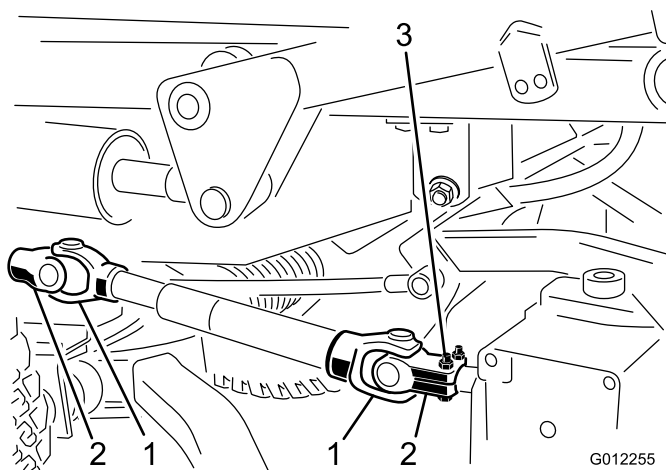

Figura 19
3. Estraete il perno a rullo che fissa la forcella dell'albero di trasmissione all'albero in entrata della scatola degli ingranaggi (Figura 19). Allentate le viti a testa cilindrica e i dadi di bloccaggio ed estraete la forcella dall'albero in entrata. Se utilizzate il trattorino senza apparato di taglio, estraete il perno a rullo dalla forcella sull'albero della PDF del trattorino e rimuovete interamente l'albero di trasmissione dal trattorino stesso.